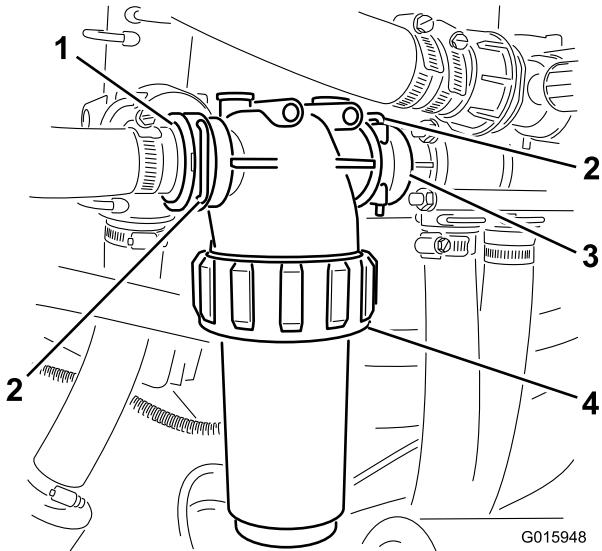

Bild 34
6. Bringen Sie den Druckfilter an den T5-Adapteranschluss an und befestigen Sie ihn mit einem Gabelbolzen (Bild 34).
8. Bringen Sie den geraden T5-Schlauchtüllenanschluss (von den losen Teilen) auf dem Druckfilter an und befestigen Sie ihn mit einem Gabelbolzen (Bild 34).